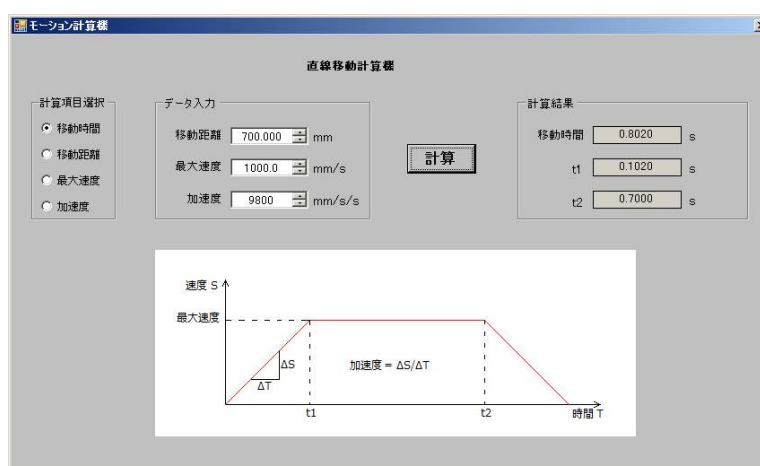
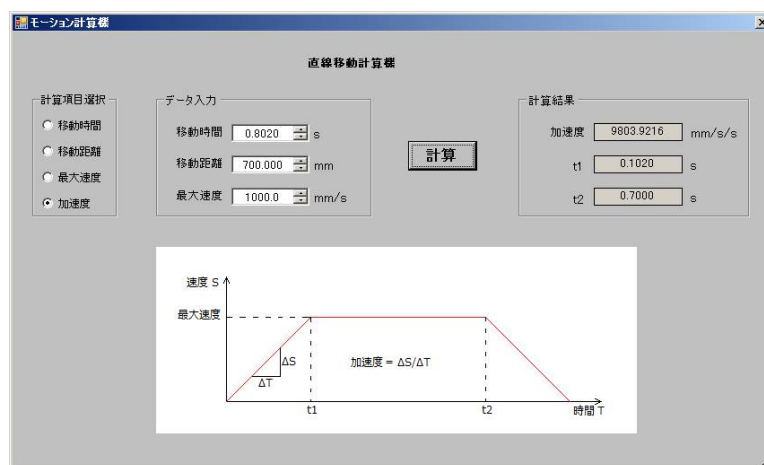

図 8.8 モーション計算機 計算例（移動距離、最高速度、加速度から移動時間を計算）
図 8.11 モーション計算機 計算例 (移動時間, 移動距離, 最高速度から加速度を計算)
- PA タームのメニューバーから「ツール(T)」→「モーション計算機(M)」を選択すると、図 8.8～図 8.11 に示すウィンドウが表示されます。